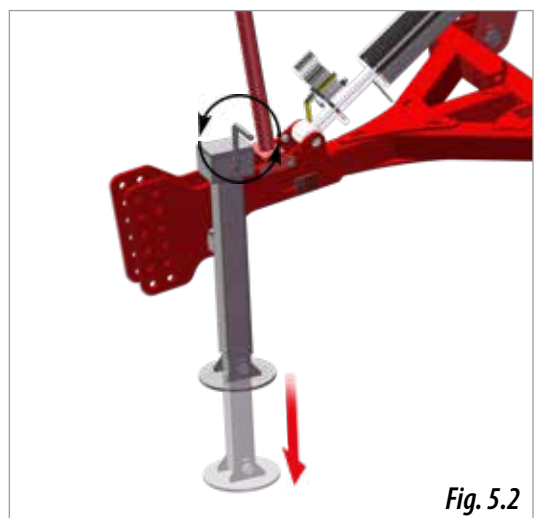

Fig. 5.2
- 4-** Regular la altura de la anilla de enganche mediante el pie de apoyo de la lanza. Para ello actuar sobre la manivela (Fig. 5.2).
- 6- Sacar el bulón y el pasador del pie de apoyo de la lanza (1, Fig. 5.2 BIS).
- 7- Sacar el pie y guardarlo en su posición en la máquina, volver a colocar el bulón y el pasador (Fig. 5.2 BIS).
- 4- Incluir el pie de apoyo en la lanza de forma vertical (Fig. 5.2).